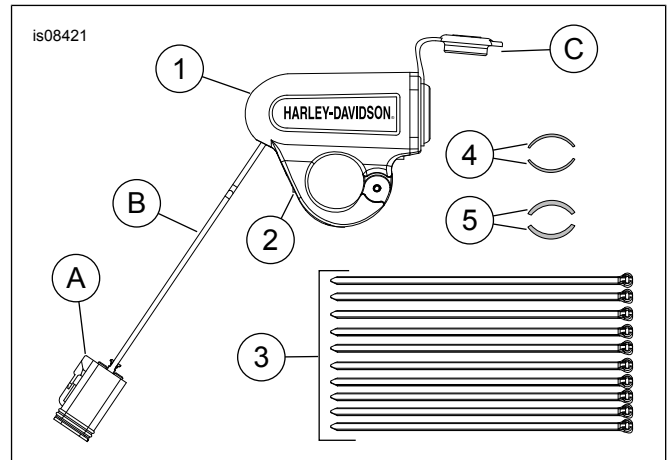

Figure 3. Mga Pamalit na Piyesa: Handelbar 12 Volt Power Supply
Tingnan ang Figure 3 at Talahanayan 2 .
5. Tingnan ang Figure 3 at Talahanayan 2 .
- a. Para sa 7/8 na pulgada na mga handlebar, ikabit ang makakapal na mga gasket (5) mula sa kit.
- b. Para sa 1 na pulgada na mga handlebar, ikabit ang maninipis na mga gasket (4) mula sa kit.